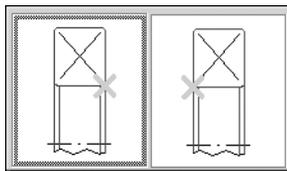

Рис. 4.31.
4. В области **Вариант привязки** выберите способ привязки подшипника к валу. Для этого щелкните по слайду правой (или два раза левой) клавишей мыши. На экране появится развернутое меню вариантов привязки (рис. 4.31). Перемещая курсор, выберите нужный вид и щелкните по нему мышью.